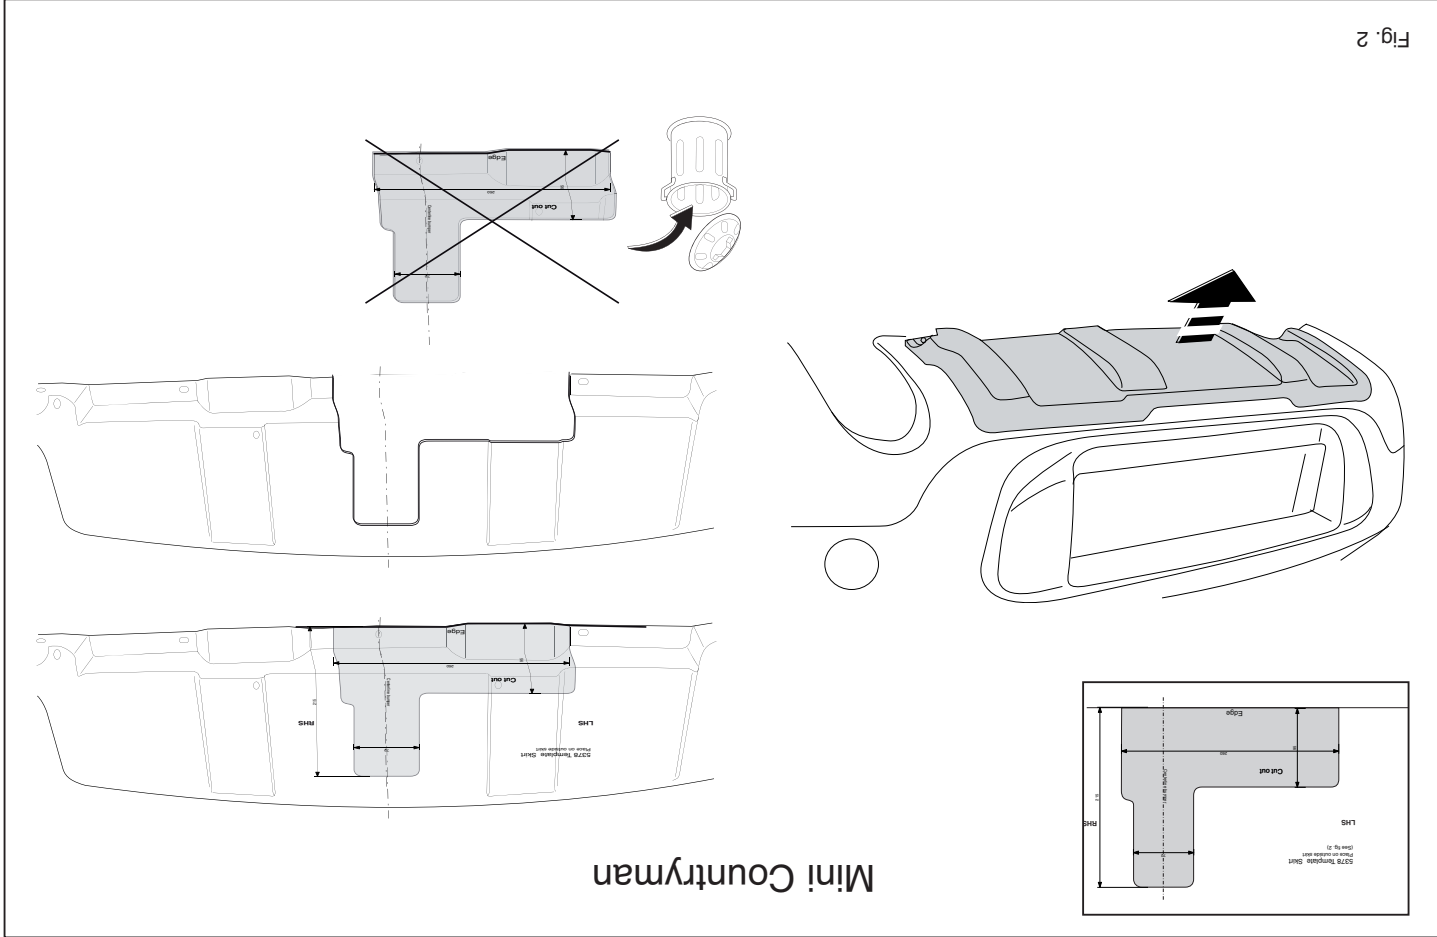

Fig. 2
5. Use the template to saw out the indicated section from the bumper. (place the template on the outside of the bumper). See figure 2,3 and 4.
5. Den angegebenen Teil mit Hilfe der Schablone aus der Stoßstange ausschneiden. (Schablone außen auf der Stoßstange anlegen). Siehe Abbildung 2,3 und 4.
5. Scier la partie du pare-chocs indiquée avec le gabarit. (Placer le gabarit sur le côté extérieur du pare-chocs). Voir la figure 2 3 et 4.
5. Sav den angivne del ud af kofangeren ved hjælp af skabelonen (skabelonen anbringes på ydersiden af kofangeren). Se fig. 2,3 og 4.